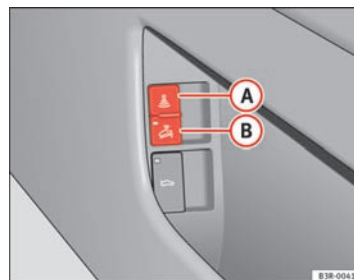

Fig. 79 Commande de protection volumétrique
- Ouvrez la portière et tirez sur la touche  portant le symbole  et située à côté du vide-poches dans la portière du conducteur ⇒ fig. 79.
⇒ page 113, fig. 79.